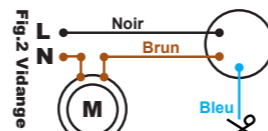

Fig.2 Vidange
- Vidange: (Fig.2) en utilisant les fils noir et marron, le contact se ferme si le régulateur est dirigé vers le haut et il s'ouvre si le régulateur est dirigé vers le bas. Attention : isoler le câble bleu/gris.